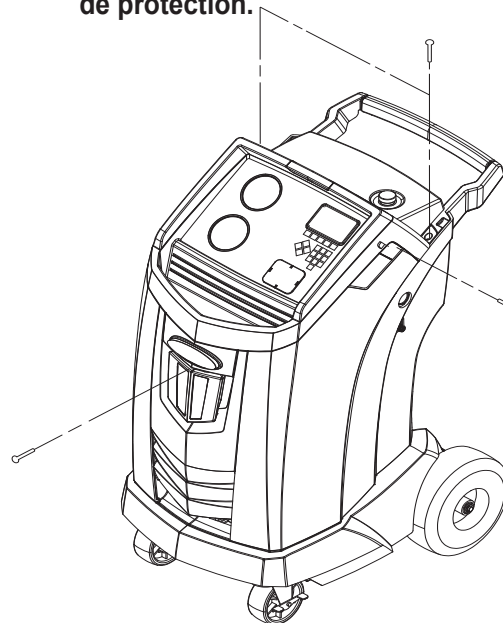

Figure 8
Éteignez la machine. Enlevez la bouteille d'huile. Retirez les quatre vis maintenant le capot de protection. Reportez-vous à la Figure 8.
6. Installez le nouveau filtre en le vissant en place dans le sens des aiguilles d'une montre. Vérifiez que le filtre est bien positionné, tel qu'indiqué sur la Figure 8. Serrez le filtre à 20 N•m.
3. Retirez les vis maintenant le déflecteur. Voir Figure 8.